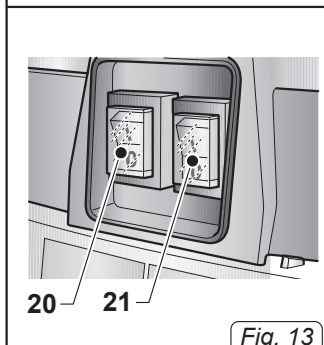

Fig. 13
- В соответствии с требуемой мощностью можно включить только один двигатель, установив переключатель (20 Рис. 13) на "I", или оба переключателя (20-21 Рис. 13), если требуется большая всасывающая сила.
- Нажмите переключатели (20-21 Рис. 13) в положение "0" для отключения аппарата; свет, если находится на переключателе, выключаются.